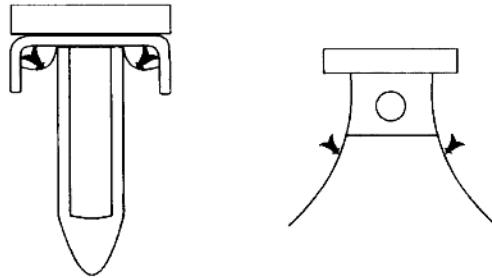

图 2-10 排除接触不良故障
(1) 仪器不用时,应放在干燥清洁的橱柜中,避免潮湿和灰尘。长期不用应在金属零件上涂少许防锈油脂,以增强金属层的防护能力。
(2) 不论使用变阻器的全部或部分,电流强度均不得超过额定值。
(3) 谨防损伤电阻丝外绝缘层,以免造成匝间短路。
(4) 使用前应先滑动几次接触器,除去接触点上的灰尘、污物等物质。
(5) 电阻丝端头不要随便拆卸。如果电阻丝与接线柱相接部分断裂,应先用胶布将完好部分缠牢,再去掉旧断头处的绝缘层重接,以防整个绕线松脱无法复原。
(6) 长期使用后,如发生接触不良现象,可能是触点不清洁,或弹性部件压力不够。如果清洁后故障仍未排除,可将滑动头取下按图 2-10 四箭头方向扳动弹性部件,使接触压力增加,即可排除故障。